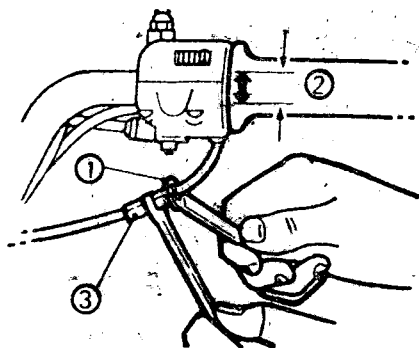

图 1-10
(3) 油门钢索自由间隙的调整
如图1-10所示，油门钢索的自由间隙②通常为1~2mm，调整的方法是：先将防松螺母①松开，转动调整器③，待自由间隙适合后，再将防松螺母拧紧。有的车在调整器外面装有橡胶外壳（如CB125S型摩托车）在调整前须将外壳移到一边，调整好以后，再将外壳装到原处。
(4) 怠速的调整